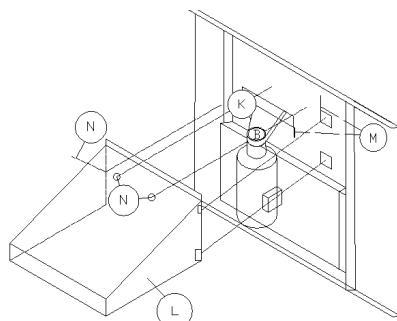

图14
- ⑨ 装上电动机保护罩（L），对上铰链，插入铰链销（M）（见图14）。
- ⑩ 关上电动机保护罩，并装上三个蝶形螺栓（N）。